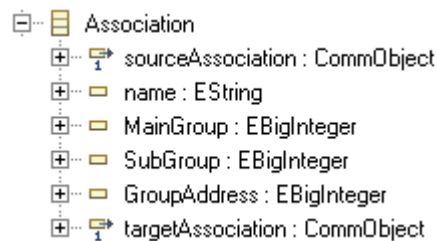

Figura 2.27. Sintaxis abstracta: Association.
- **Association:** Da soporte a las asociaciones entre objetos de comunicación. Este es un concepto del metamodelo que está estrechamente ligado al concepto de direcciones de grupo de *KNX/EIB*. Posee los siguientes atributos (ver también *Figura 2.27.*):